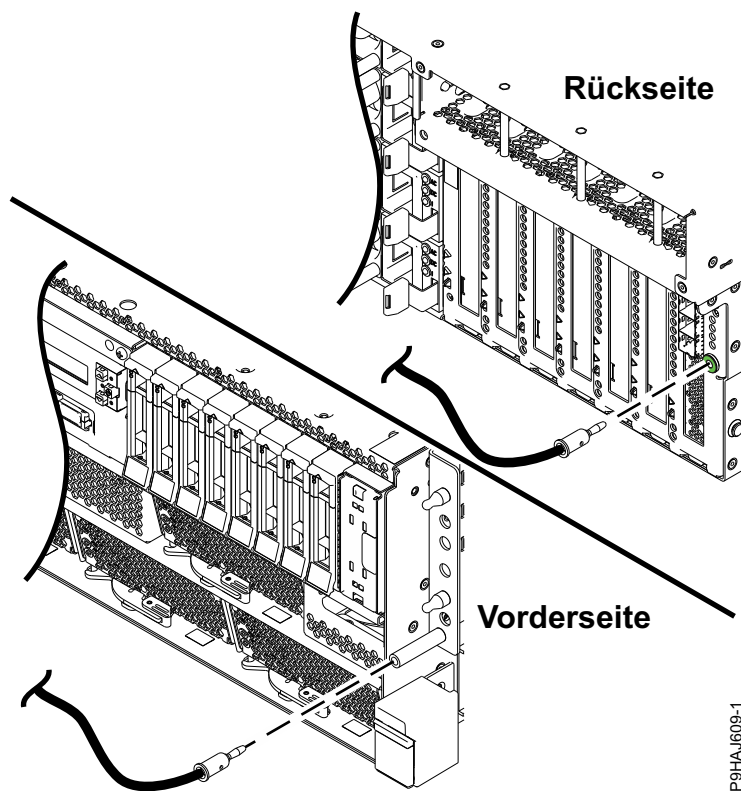

Abbildung 1. Position der ESD-Stecker
6. Legen Sie das Antistatikarmband zum Schutz vor elektrostatischer Entladung (Electrostatic Discharge, ESD) an. Ihr System verfügt an der Vorder- und Rückseite über ESD-Buchsen (siehe Abb. 1 auf Seite 4). Schließen Sie das Antistatikarmband an die ESD-Buchse an.